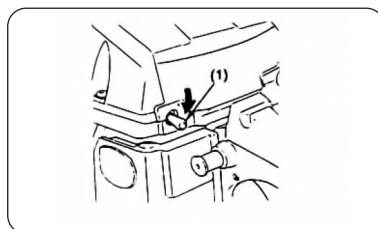

Рис. 14
- Установить переключатель в положение останова (“О”) (Рис. 14).